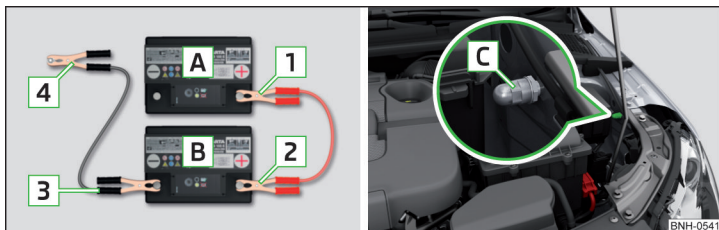

Fig. 156 Pornirea asistată: A - bateria descărcată, B -bateria furnizoare de curent / punctul de masă al motorului
- Prindeți clema **1** la polul plus al bateriei descărcate **A** » fig. 156.
La autovehiculele cu sistem START-STOP conectați cablul pentru pornirea asistată la punctul de masă al motorului **C** » fig. 156.